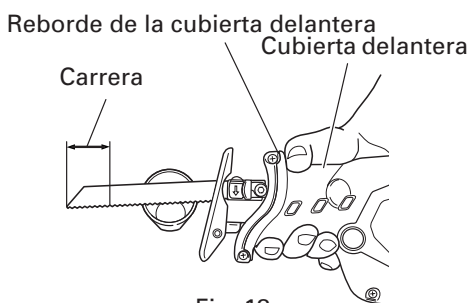

Fig. 18
No obstante, no coloque la mano o el dedo más allá del reborde (véase imagen 18) de la cubierta superior para evitar heridas.
- Seleccione una hoja de sierra del largo más apropiado. Lo ideal sería que el largo que sobresale de la base de la hoja de sierra después de restar la carrera sea mayor que el del material (consulte las Fig. 18 y 19).